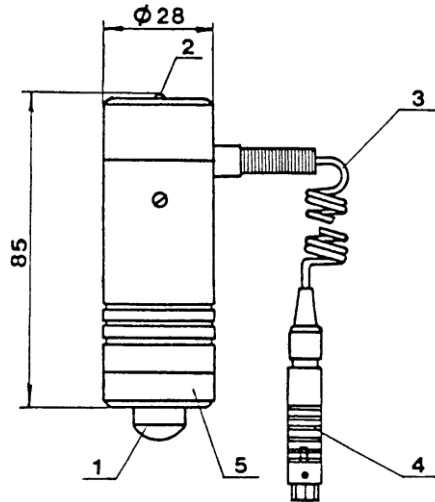

Рис.2.4 Совмещенный преобразователь PA-4S:
2.5.3 Совмещенный преобразователь PA-4S (рис.2.4) в отличие от раздельно-совмещенного содержит один вибратор, излучающий и принимающий упругие колебания и имеющий одну зону касания с контролируемым объектом. Конструктивно он включает в себя также светодиод, кабель, микровыключатель, как и преобразователи PA-5R и PA-7R.